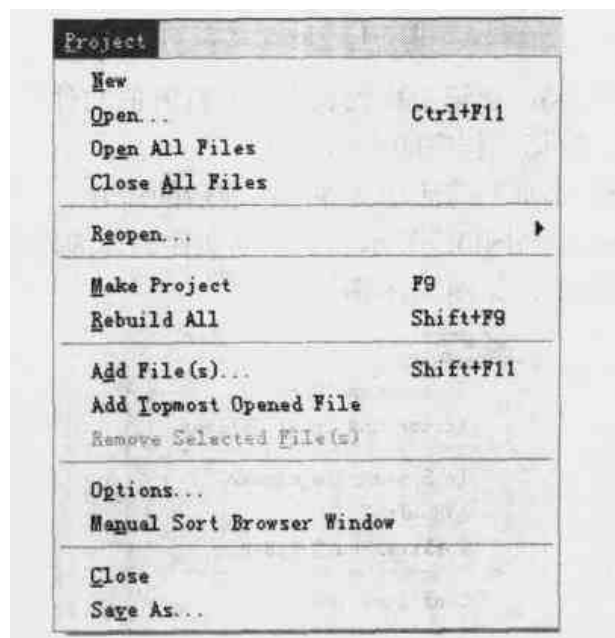

图 3.14 工程菜单
6. **Project Menu** 工程菜单, 如图 3.14 所示。